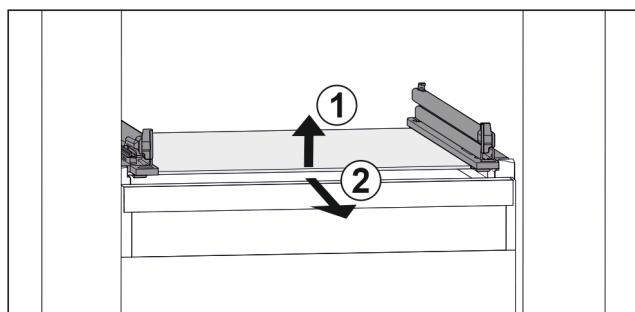

Fig. 30 Príklad zobrazenia sklenej dosky
- Nadvihnite sklenenú dosku vpred. Fig. 30 (1)
- Odoberte sklenenú dosku dopredu. Fig. 30 (2)